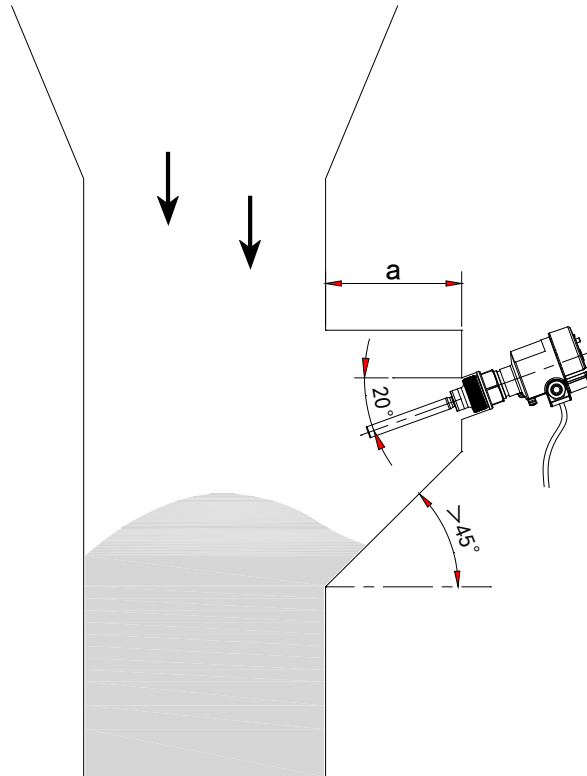

图 3 壁龛式安装示意图
(2) 壁龛式安装
□当物料（密度大、颗粒大）垂直落下并冲击料位开关探头时，为了确保测量仪表寿命以及测量效果，需将仪表安装于壁龛处，以保护探头不至于被物料压弯，如图 3 示。